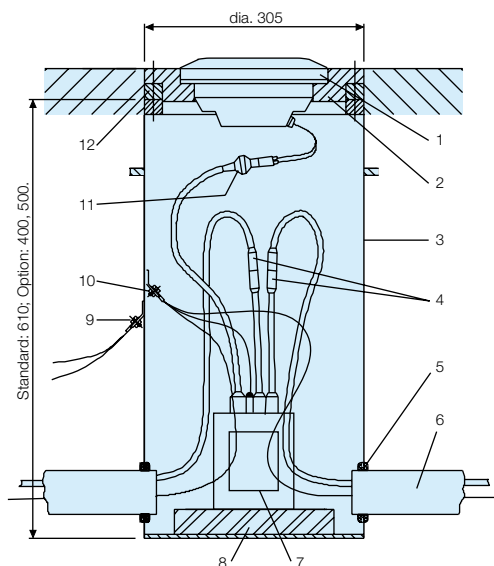

Fig. 9
2) En una base de acero FAA L-868, tamaño B (Fig. 9).